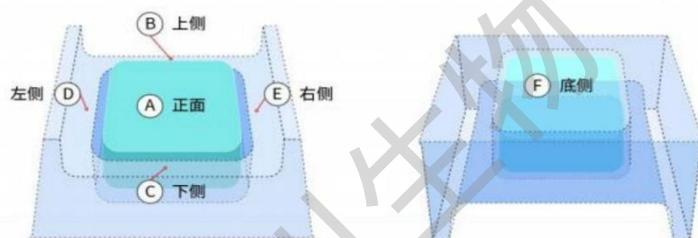
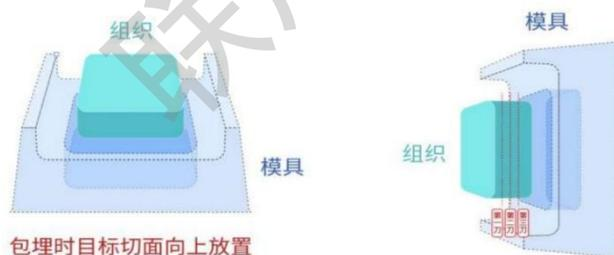

图1：包埋方位标记（左图，正面与上下左右侧；右图，底部）
图2：组织包埋时目标组织在包埋盒中的形态及切片方向示意
1) 将包埋剂、包埋模具等放在冰上**预冷**，包埋模具四边用**油性记号笔**标记方向及样本名称（如图1和图2）。主要目的是后期包埋完成后，可以记录样本切面的方向，方便后期切片选片。